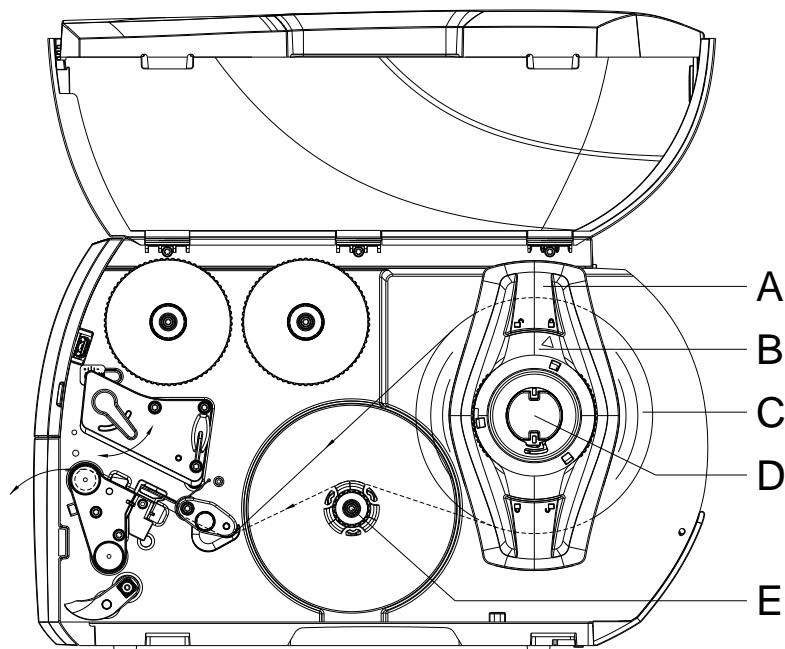

Abbildung 11
1. Hebel (A) in Gegenuhrzeigerrichtung drehen, um den Druckkopf anzuheben.
2. Etikettenführung (C) mit Hilfe des Rändelknopfs (D) so einstellen, dass das Material zwischen Etikettenführung und Gehäuse passt.
3. Etikettenstreifen oberhalb des internen Aufwicklers (E, Abbildung 11) zur Druckeinheit führen.
4. Etikettenstreifen so durch die Etikettenlichtschranke (B) führen, dass er zwischen Druckkopf und Druckwalze die Druckeinheit verlässt.
5. Etikettenführung (C) so positionieren, dass das Material ohne Klemmen geführt wird.